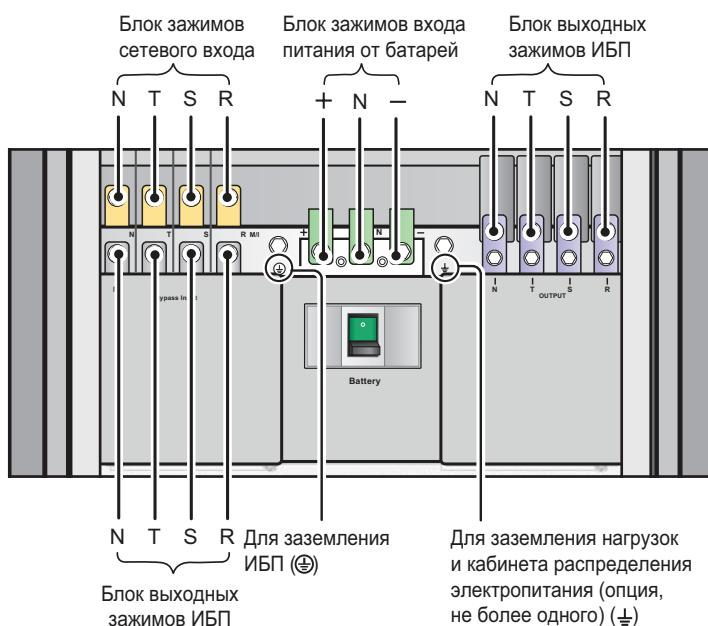
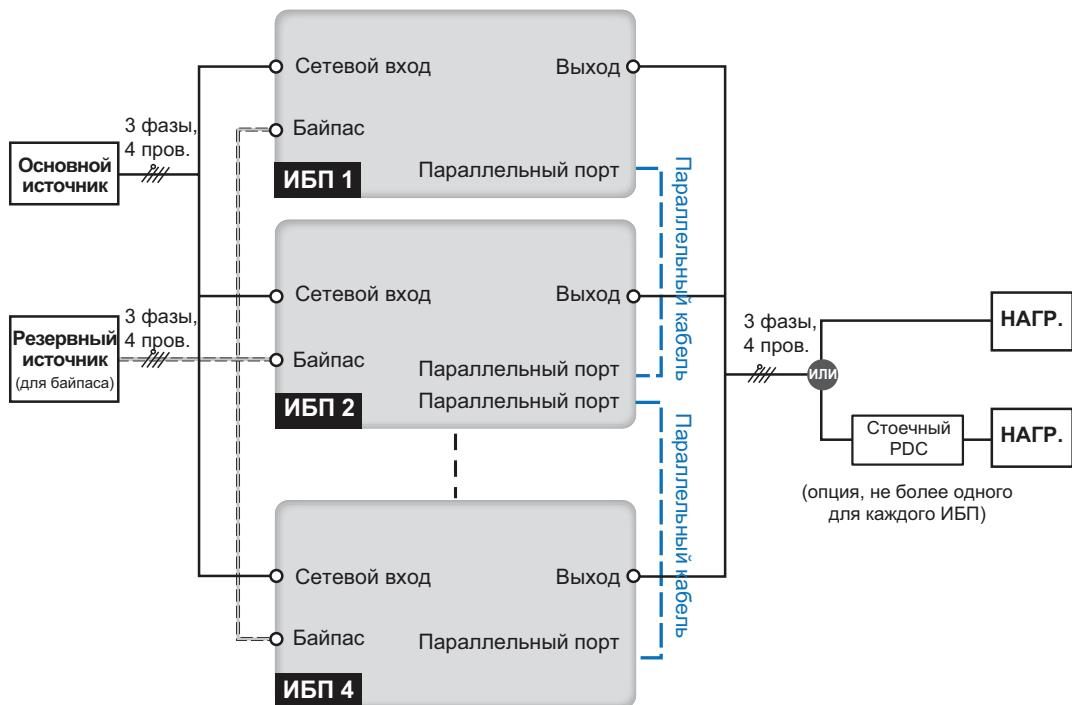

Рис. 5-8. Схема подключения в конфигурации с двумя входами (одиночный ИБП)
Рис. 5-10. Схема подключения в конфигурации с двумя входами (система с параллельными ИБП)
3. Подключите к блоку зажимов ИБП электросеть переменного тока (к сетевому входу) и резервный источник питания переменного тока (к входу байпаса), нагрузку, кабинет распределения электропитания и внешний батарейный кабинет. См. **Рис. 5-8**. Следуйте указаниям Руководства по эксплуатации PDC относительно монтажа, подключения, вентиляции и работы с этим устройством. В автономном режиме необходимо использовать либо внешний батарейный кабинет (не более четырёх), либо батарейный модуль (опция, не более четырёх). Одновременное использование батарейных кабинетов и батарейных модулей запрещается! Подключать ИБП одновременно к PDC и непосредственно к нагрузкам запрещается. Более подробная информация изложена в разделах **5.6 Внешний батарейный кабинет** и **5.7 Батарейный модуль**.
4. Нейтральный проводник источника переменного тока, подключённого к входу байпаса, подключите к зажиму нуля (N) сетевого входа.
3. Подключите к блоку зажимов ИБП электросеть переменного тока (к сетевому входу) и резервный источник питания переменного тока (к входу байпаса), нагрузку, кабинет распределения электропитания и внешний батарейный кабинет. См. Рис. 5-8 и Рис. 5-10. Следуйте указаниям Руководства по эксплуатации PDC относительно монтажа, подключения, вентиляции и работы с этим устройством. В автономном режиме используется либо внешний батарейный кабинет (не более четырёх), либо optionalный батарейный